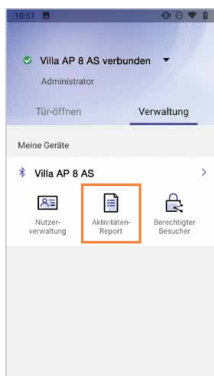

Abb. 1
- Tippen Sie auf Aktivitäts-Report (Abb. 1).